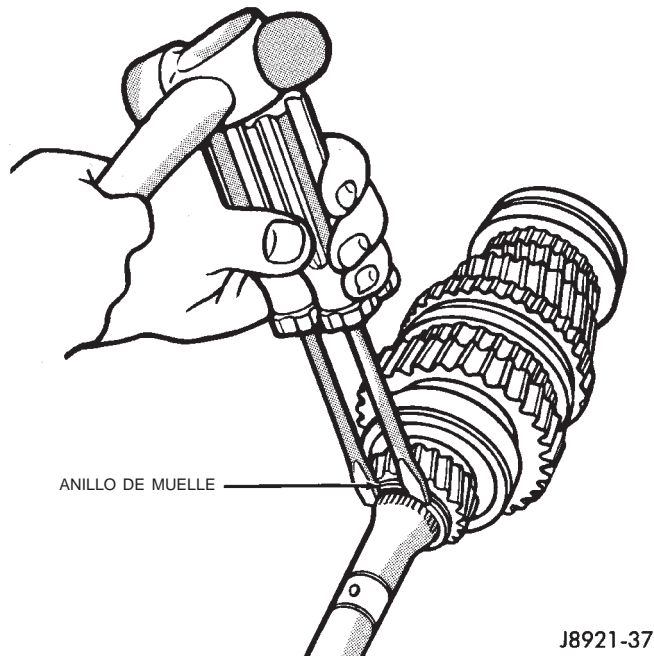

Fig. 113 Desmontaje de anillo de muelle de engranaje de quinta velocidad
(3) Retire el anillo de muelle del engranaje de quinta velocidad del eje transmisor empleando dos destornilladores (Fig. 113).